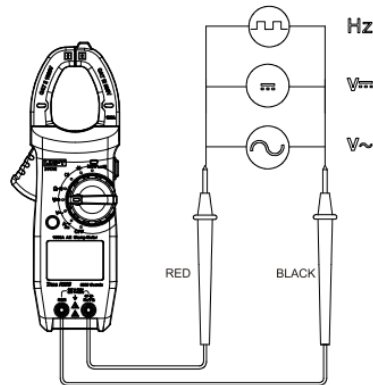

Рисунок 3
2. Измерение AC/DC напряжения и частоты (Рисунок 3)